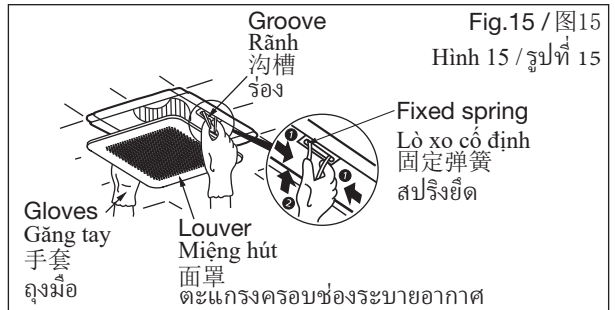

Fig.15 / 图15
- ① Remove the louver. (Fig.15)
拆下面罩 (图15)。